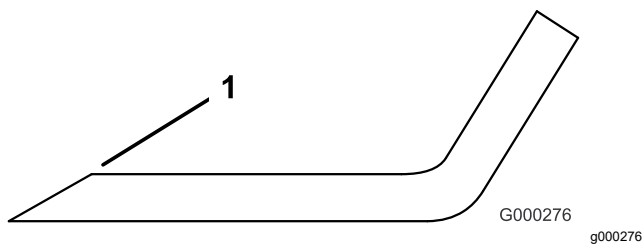

Bild 100
3. Prüfen Sie die Schnittkanten aller Messer und schärfen die Kanten, wenn sie stumpf sind oder Kerben haben (Bild 100).
Hinweis: Schärfen Sie nur die Oberseite der Schnittkante und behalten Sie den ursprünglichen Schnittwinkel bei, um die Schärfe des Messers zu gewährleisten (Bild 100). Das Schnittmesser bleibt ausgewuchtet, wenn von beiden Schnittkanten die gleiche Materialmenge entfernt wird.